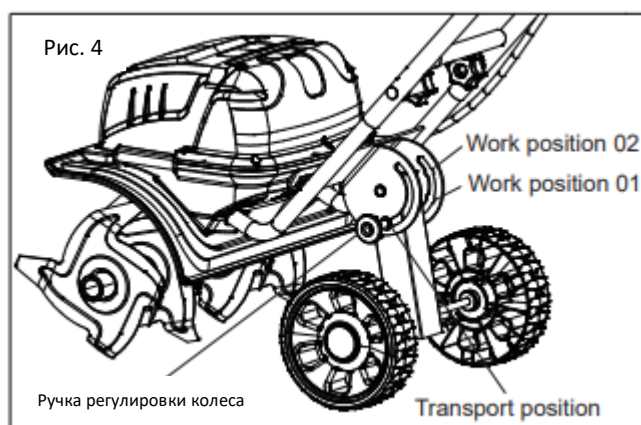

Рис. 4
- Чтобы отрегулировать положение колеса, нажмите на ручку регулировки колеса, одновременно перемещая ее в прорезь для нужного положения; отпустите ручку и убедитесь, что она зафиксирована в нужном положении (рис.4)